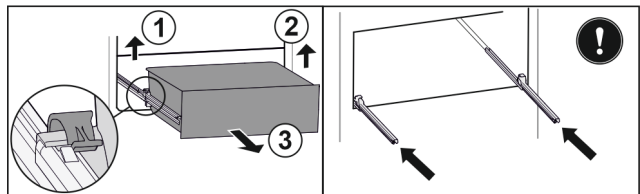

Fig. 116
- ▶ Повдигнете лявата скоба и едновременно с това изтеглете напред чекмеджето отляво. Fig. 116 (1)
- ▶ Повдигнете дясната скоба и едновременно с това изтеглете напред чекмеджето отдясно. Fig. 116 (2)
- ▶ Извадете чекмеджето напред. Fig. 116 (3)